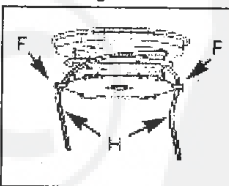

Fig. 9D
6. Insérez les bouts de la corde (H) dans les orifices (F) sur le côté inverse de la bobine (Fig. 9D).